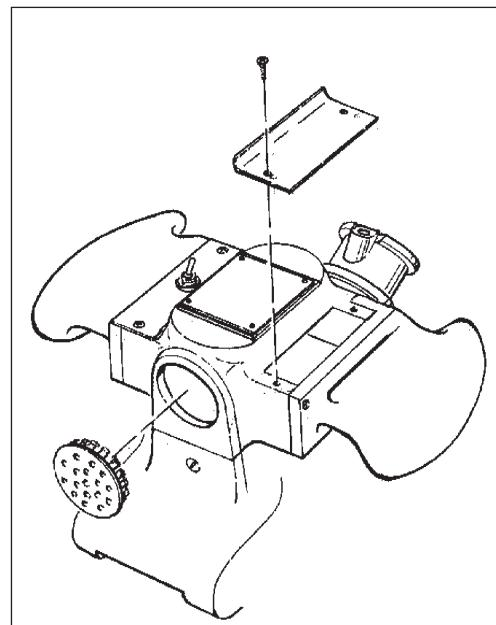
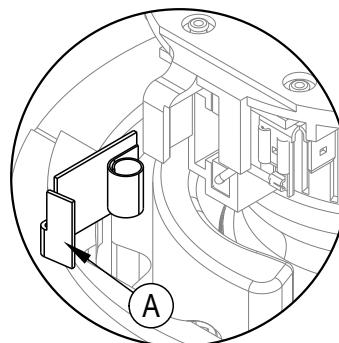

Figura 7
Figura 8
Inspeccione las cuatro escobillas cada 6 meses ó 250 horas. El acceso a las escobillas se realiza a través de los orificios delanteros y traseros de ventilación del motor y debajo de las dos cubiertas del motor (figura 7). Presione hacia dentro la lengüeta (A) que se encuentra sobre el montaje de la abrazadera con resorte, rótelá y luego retírela (figura 8). Use pinzas de punta de aguja para desconectar el cable de desviación. Si alguna escobilla se desgasta hasta 3/8" de su longitud o más, cambie el conjunto completo.